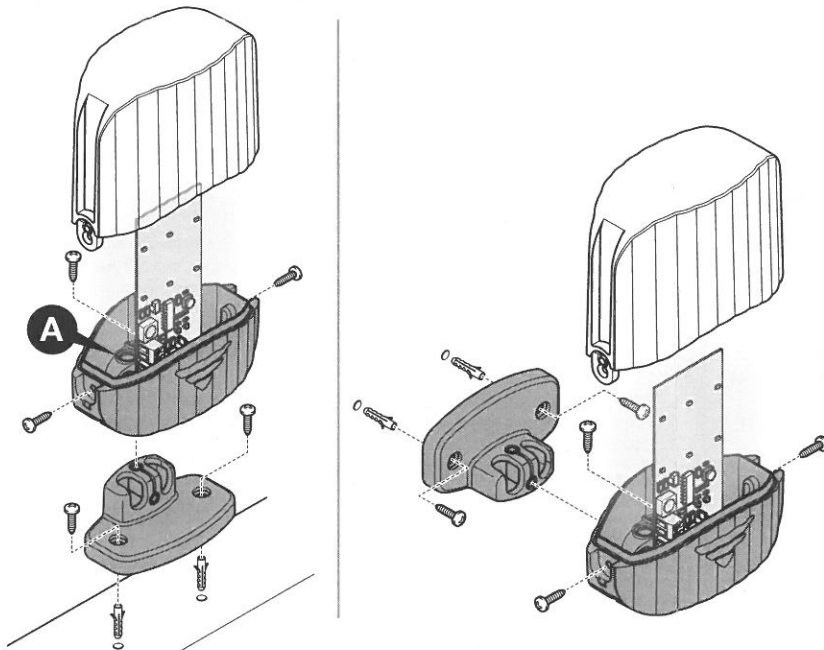

Fig. 2
- Prepare the container for the passage of the cables using the holes in the base "A" fig. 2. One hole is fitted with a punched rubber gasket for the power cable. The second hole is fitted with a rubber cap. If you decide to connect the internal aerial to your ECU, first replace the rubber cap with the second punched rubber gasket supplied with the warning light and then connect the aerial output "D" to the ECU using a coaxial cable **RG58** (impedance **50Ω**) with a maximum length of **15 m** passing through one of the holes "A" fig. 2.
- Prédisposer le boîtier pour la fixation au moyen des trous «A» pratiqués sur la base fig. 2. Un trou est prévu et équipé d'un passe-cloison pour le câble d'alimentation. Le deuxième trou est fermé par un bouchon en caoutchouc. En cas de raccordement de l'antenne intégrée au circuit, introduire le second passe-cloison fourni et relier la sortie antenne "D" au récepteur au moyen d'un câble coaxial **RG58** (impédance **50Ω**) d'une longueur max. de **15m** en passant au travers de l'un des trous «A» fig. 2.
- Predisponer el contenedor para la fijación actuando sobre los agujeros "A" en el fondo de la base de la fig. 2. Un agujero está predisposto con una goma que pasa por el cable de alimentación. El segundo agujero está cerrado con un tapón de goma. En caso de que se decida conectar la antena integrada en el circuito, introducir la segunda goma pasante que se suministra y conectar la salida de la antena "D" con el receptor con un cable coaxial **RG58** (impedancia **50Ω**) con una longitud máxima de **15m** pasando a través de uno de los agujeros "A" fig. 2.
- Den Behälter für die Befestigung mithilfe der Löcher „A“ am Boden der Basis vorbereiten, s. **Abb. 2**. Ein Loch ist mit einer Gummifülle ausgestattet, durch die das Stromkabel verläuft. Das zweite Loch wird mit einem Gummistopfen verschlossen. Wenn die integrierte Antenne in dem Schaltkreis anschlossen werden soll, setzen Sie die zweite mitgelieferte Gummifülle ein und verbinden Sie den Antennenausgang „D“ durch eine der Bohrungen „A“ mit einem Koaxialkabel **RG58** (Impedanz **50Ω**) von max. **15m** Länge mit dem Empfänger, s. **Abb. 2**.